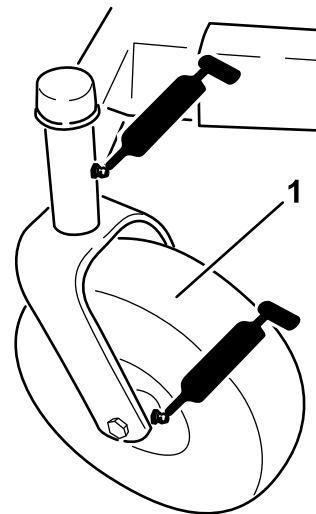
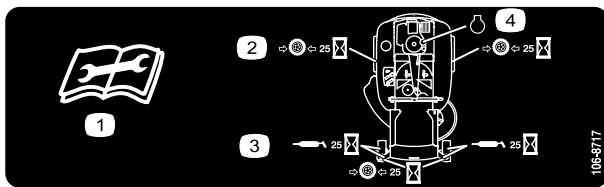

Figura 28
Figura 29
3. Limpie con un trapo los puntos de engrase (Figura 28) y (Figura 29). Asegúrese de rascar cualquier pintura que hubiera sobre los puntos de engrase.
4. Conecte una pistola de engrasar a cada punto de engrase (Figura 28 y Figura 29). Bombear grasa hasta que empiece a rezumar grasa de los cojinetes.